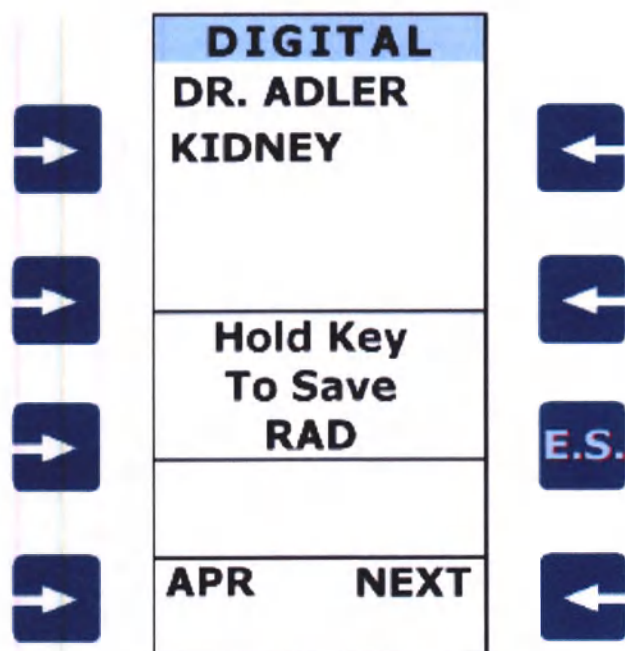

Рисунок 2.31 - Сохранение нового исследования в базу данных APR
- **-Или постоянно** для обновления диаграмм методик путем сохранения нового исследования в базу данных APR для последующего использования (рисунок 2.31).